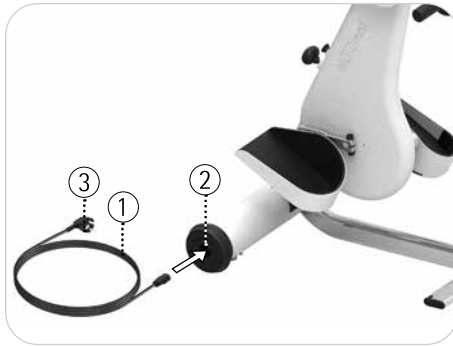

Fig. 4.4
se Fig. 4.4 Koble først strømledningen ① til kjølekontakten ② i hjulnavet til MOTOmed. Se til at den er godt festet. Sett så støpselet ③ på strømkabelen ① i et uttak i rommet der du befinner deg. Stikkontakten ③ og kjølekontakten ② må være fritt tilgjengelig slik at MOTOmed kan tas ut og inn uten hindringer.